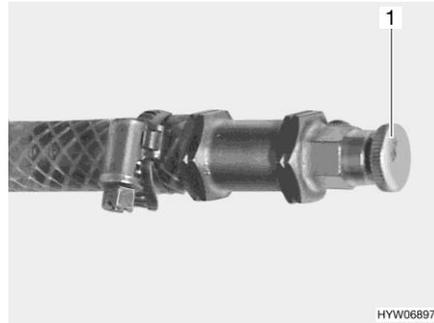

Fig. 306 Válvula de purga de la calefacción de agua caliente
- Abrir la válvula de purga (Fig. 306,1) y dejarla abierta hasta que deje de salir aire.